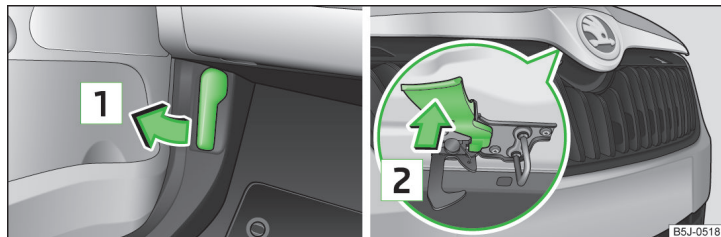

Fig. 124 Maneta de deblocare a capotei motorului / maneta de deblocare
- Trageți de maneta de deblocare de sub planșa de bord, în sensul săgeții **1** » fig. 124.
Nu deschideți niciodată capota motorului de maneta de deblocare » fig. 124.